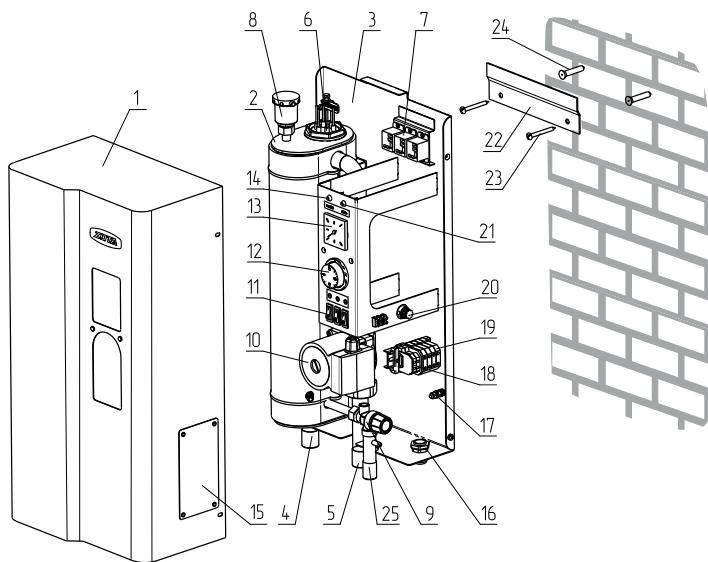

Рис.1 Конструкция котла и способ её крепления к стене
5.1. Котел (Рис.1) состоит из корпуса (2) сварной конструкции с фланцами, патрубком входа теплоносителя (4) и патрубком выхода теплоносителя (5), имеющих резьбу G3/4-B.
- Закрепить кронштейн крепления на вертикальной поверхности в необходимом месте с помощью шурупов, входящих в комплект и установить на него котел как показано на Рис.1;
- Снять крышку кожуха (15) (см. Рис.1), предварительно выкрутив винты крепления;
- Подключить котел к сети переменного тока 380 В, 50Гц, для этого присоединить рабочий нулевой провод на клемму нейтраль (N) котла, фазные провода на клеммы А, В, С. Защитный нулевой провод (РЕ) подключить на болт "ЗАЗЕМЛЕНИЕ" (17);
- При питании котла от однофазной сети переменного тока 220 В, 50Гц присоединить рабочий нулевой провод на клемму нейтраль (N) котла, а фазный на клеммы А, В, С. Защитный нулевой провод (РЕ) подключить на болт "ЗАЗЕМЛЕНИЕ";
- Закрыть крышку кожуха (14) и закрутить винты крепления.